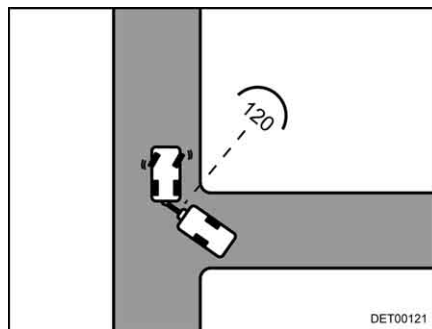

Fig. 14 Manœuvre à effectuer
- Dès que les deux véhicules se trouvent dans un angle de 120° l'un par rapport à l'autre, s'arrêter (Fig. 14).